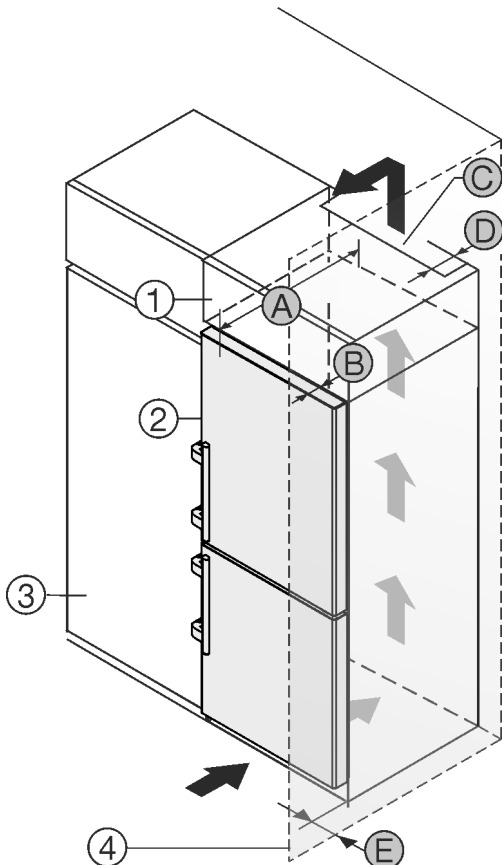

Fig. 2
- (1) Armario superior *
- (2) Electrodoméstico *
- (3) Armario de cocina *
- (4) Pared *
- (A) Profundidad del electrodoméstico *
- (B) Profundidad de la puerta *
- (C) Sección transversal de ventilación *
- (D) Distancia con respecto a la parte trasera del electrodoméstico *
- (E) Distancia con respecto al lateral del electrodoméstico *
Puede colocar el electrodoméstico directamente al lado del armario de cocina Fig. 2 (3).*
En la parte trasera del armario superior debe haber una cámara de salida de aire con una profundidad Fig. 2 (D) que abarque toda la anchura del armario.*
Bajo el techo de la estancia debe mantenerse la sección transversal de ventilación Fig. 2 (C).*
Si el electrodoméstico se instala con las bisagras junto a una pared Fig. 2 (4), la distancia entre el electrodoméstico y la pared debe ser de como mínimo 57 mm . Esto equivale al saliente del tirador con la puerta abierta.*
Para poder abrir totalmente la puerta, el electrodoméstico debe sobresalir la profundidad de la puerta Fig. 2 (B) respecto del frente del armario de cocina. El electrodoméstico puede sobresalir más en función de la profundidad de los armarios de cocina Fig. 2 (3) y del uso de distanciadores de pared.*